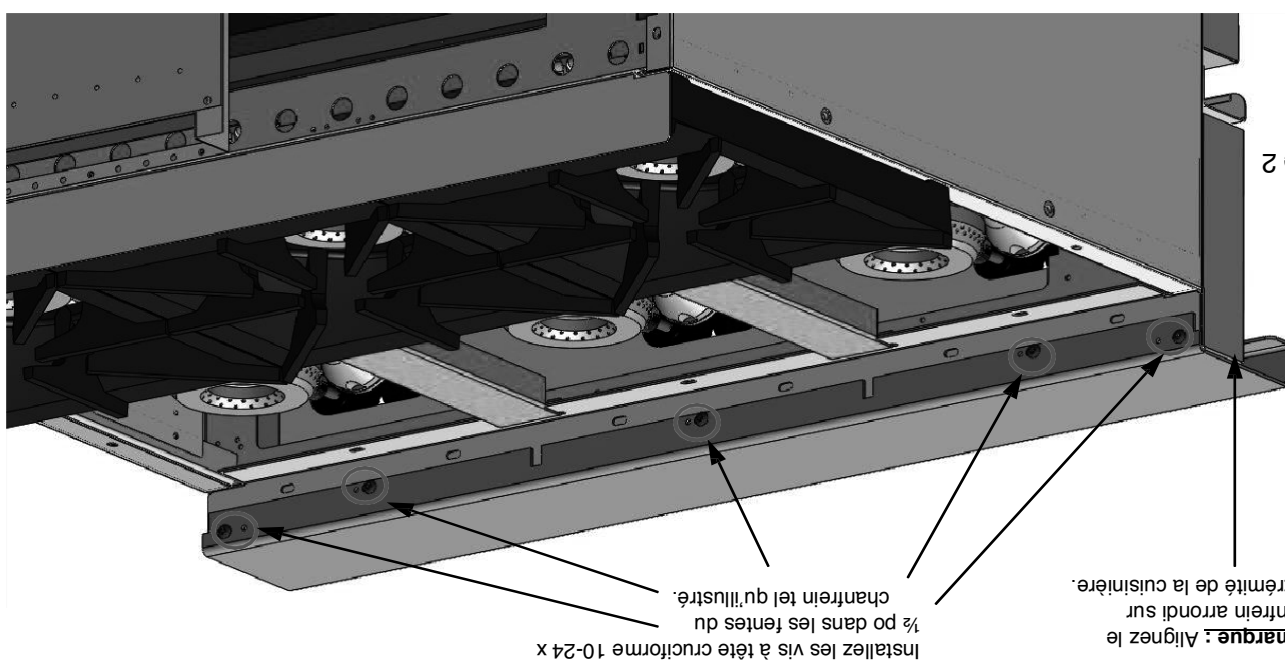

Figure 2
4. Installez une autre vis de l'autre côté de la cuisinière, tel qu'illustré à la figure 2. Réglez l'alignement et serrez complètement la vis.